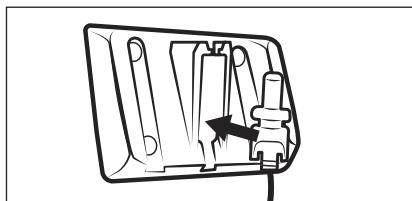

Fig. 4
- Insérez la fiche creuse 11 de l'adaptateur secteur 10 dans le support mural 18 (voir fig. 4). Tournez la fiche creuse 11 pour la bloquer.